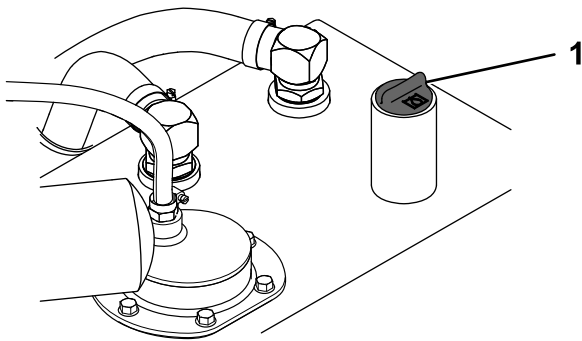

Figura 75
6. Limpie la zona alrededor del cuello de llenado del depósito de fluido hidráulico (Figura 75).